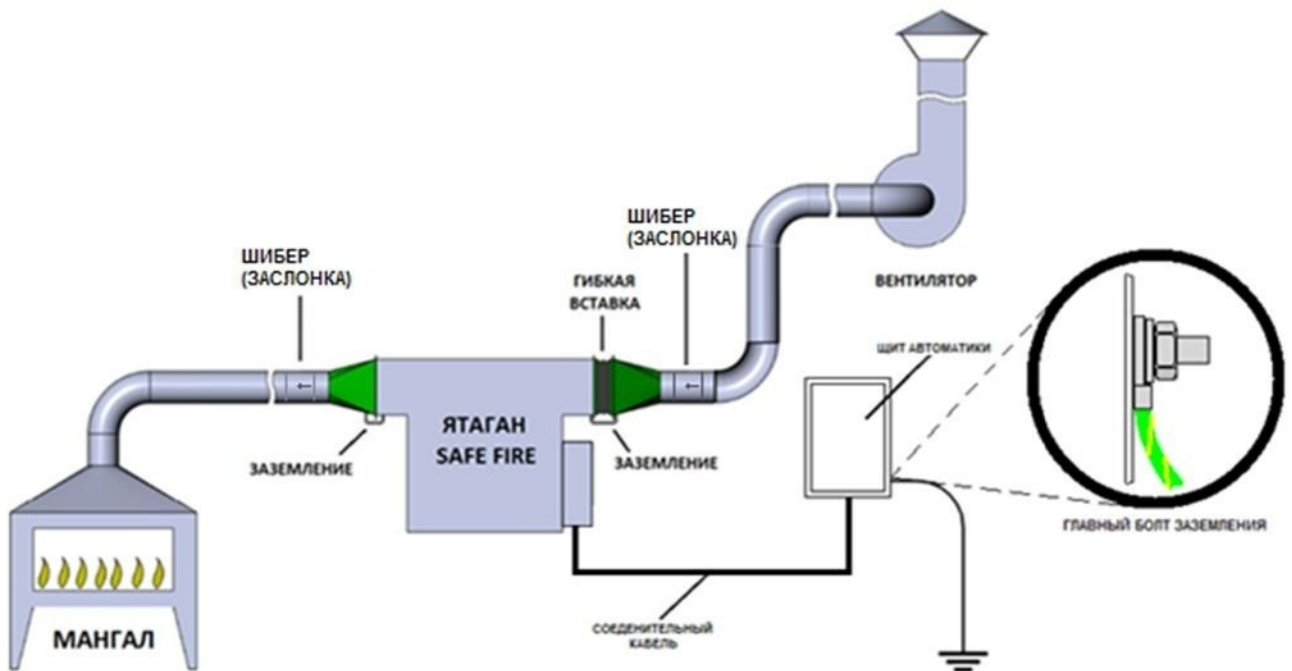

Рис. 4. Схема подключения Гидрофилтра «Ятаган «Safe Fire» к воздуховодам и заземлению.
4. Открыть шиберы (заслонки) на воздуховодах (Рис. 4).
2. Закрыть шиберы (заслонки) воздухопроводов (Рис. 4).